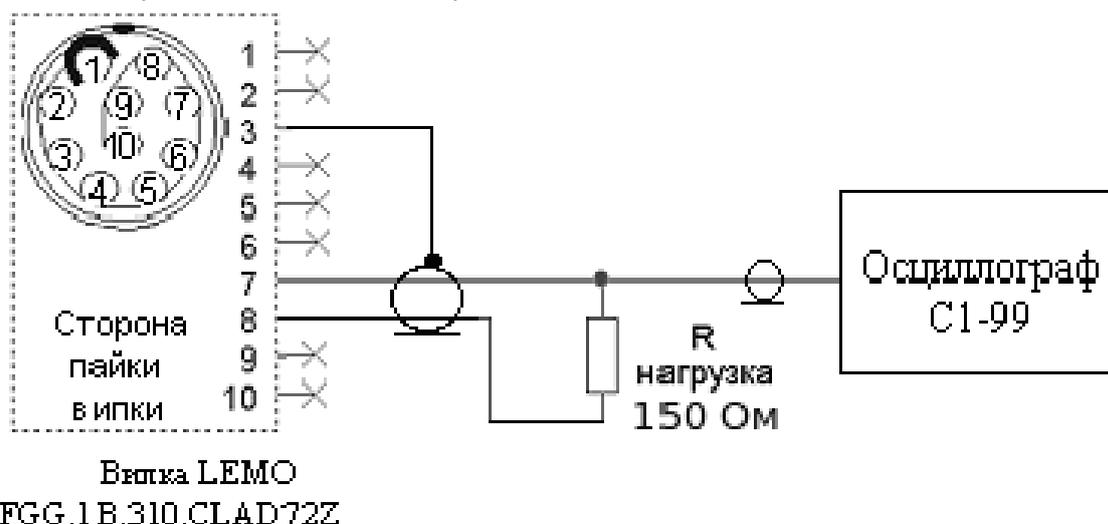

Рис. 22. Схема рабочего места для проверки номинальных значений амплитуды и частоты следования импульсов.
14.3.1.1 Собрать стенд по схеме, приведенной на **Рис. 22**.
14.3.2.1 Собрать стенд по схеме, приведенной на **Рис. 22**.